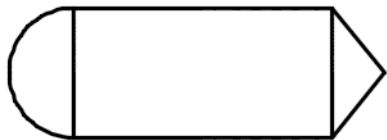

图 5-21 镜像结果
④ 在“指定第二点或 [基点(B)/复制(C)/放弃(U)/退出(X)]:”提示下输入“@20<90”并按〈Enter〉键,镜像结果如图 5-21 所示。如果要保留源图并创建镜像副本,那么需要在操作过程中选择“复制(C)”选项。